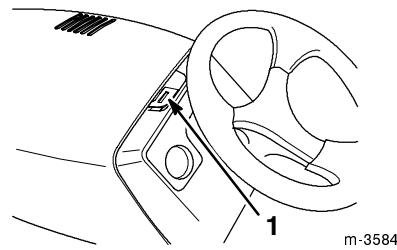

Abbildung 1
2. Einen Schraubendreher in die rechte Seite des in Abbildung 1 gezeigten Schlitzes einführen und die Haubenverriegelung nach links drücken.